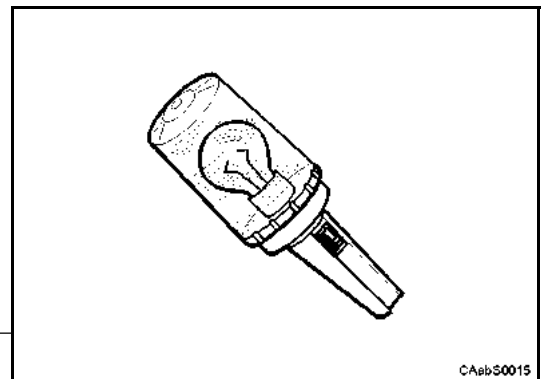

Fig. 12
**13** Illuminare adeguatamente l'area di lavoro con strumenti che rispettino la normativa di sicurezza (Fig. 12).
**13** Light properly the working area by using devices in agreement with the safety regulations (Fig. 12).